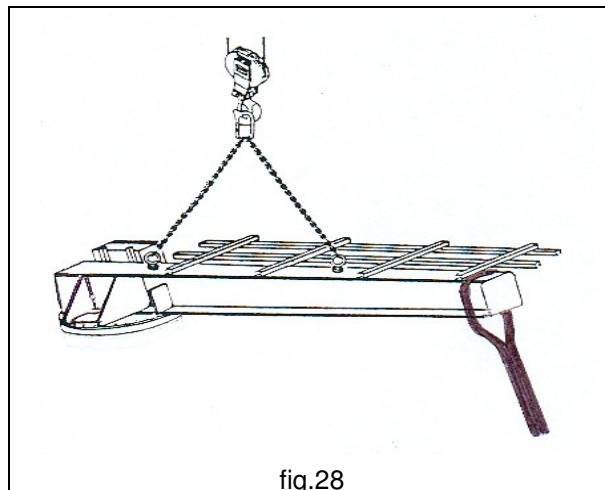

fig.28
3. Evitare oscillazioni e pendolamenti e, se necessario, per mantenere l'equilibrio servirsi di fune o corda legata all'estremità del braccio. (fig.28)